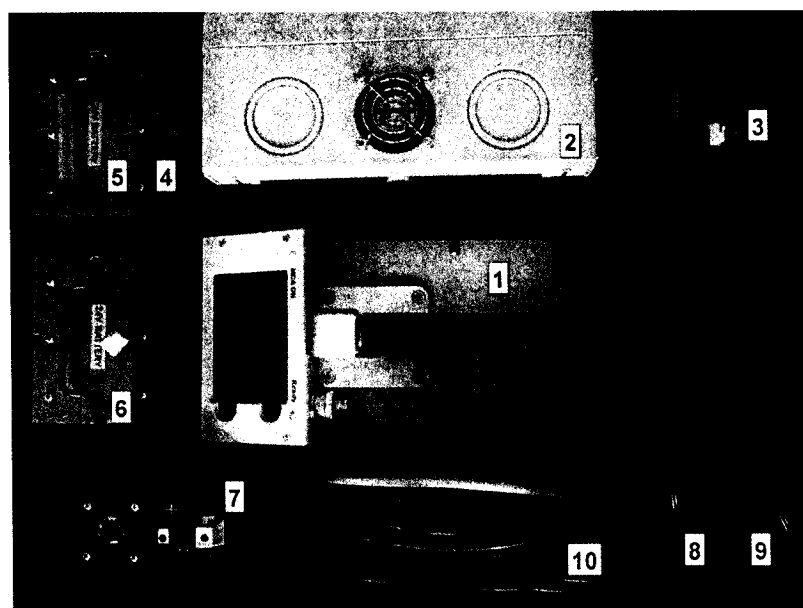

Рис. 5. Расположение составных частей переносного комплекса для вариантов исполнения Эко ПАК-01-2, Эко ПАК-02-2, Эко ПАК-03-2 в едином корпусе «Monolith».
1.5.13. Расположение составных частей комплекса в переносном варианте представлено на Рис.5.